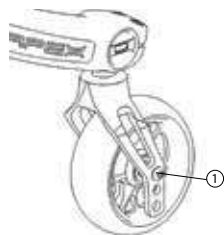

fig. 21
- Allentate il dado (1) e rimuovetelo (1) (Fig. 21).
- Posizionate i distanziali (2) tra la rotella e la forcina.
- Stringete il dado (1) fermamente.